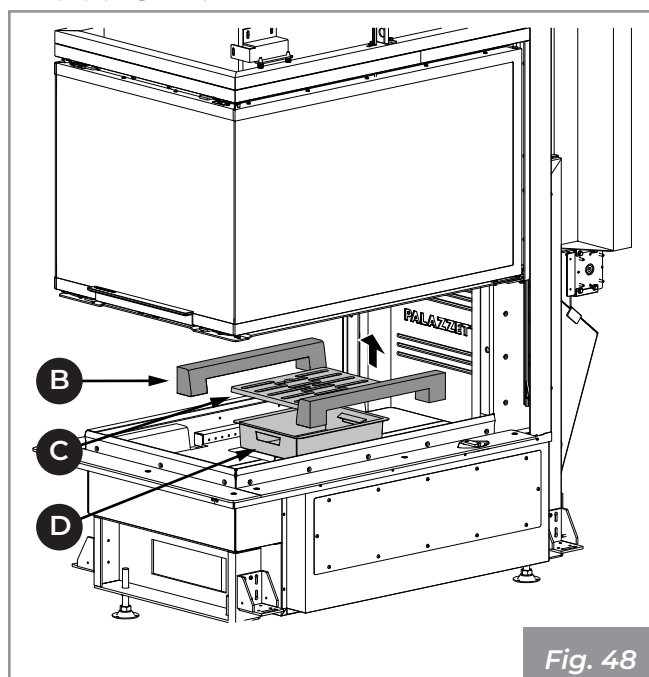

Fig. 48
- 2) Levantar y extraer los deflectores aire comburente (B), la rejilla (C) y el cajón de cenizas (D) (Fig. 48).